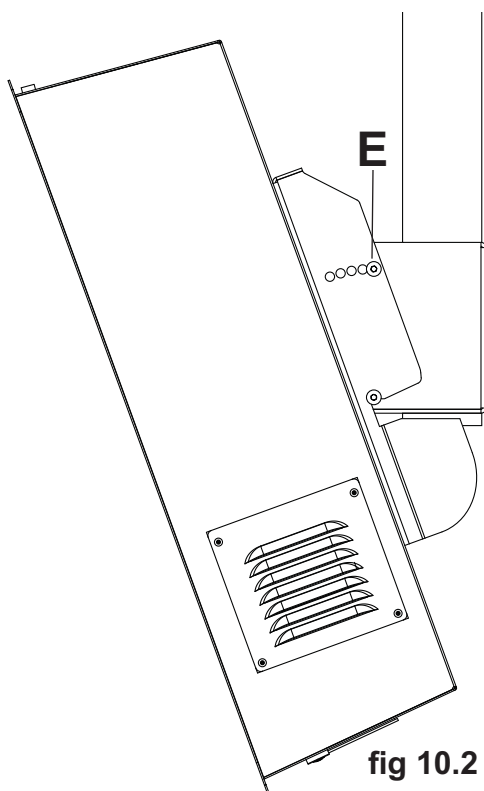

fig 10.2
Insérez deux vis à tête creuse M10 x 16 mm (E) et deux rondelles fendues (F) dans la plaque d'inclinaison (B) et sur le dessus du boîtier mural (A) comme illustré à la figure 10.2. Serrez toutes les fixations à l'aide d'une clé hexagonale de 6 mm.